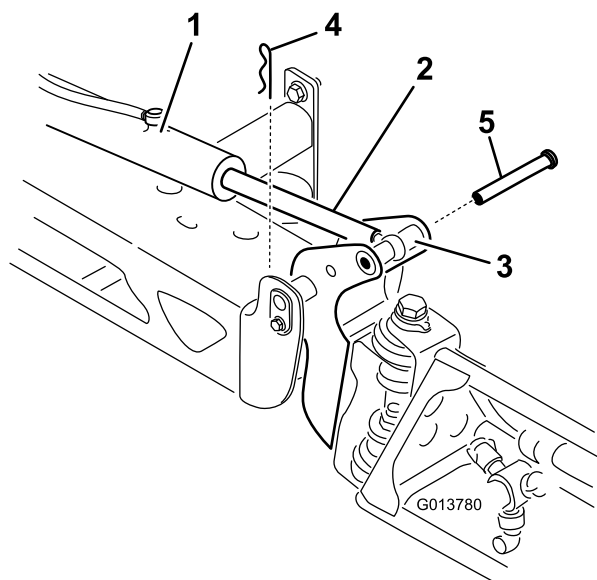

Рисунок 65
2. Извлеките шплинт из оси поворота (Рисунок 65).
3. Поднимите стрелу, извлеките штифт (Рисунок 65) и медленно опустите стрелу на землю.
- Удерживая стрелу, проденьте штифт сквозь ось поворота стрелы и шток привода (Рисунок 65).